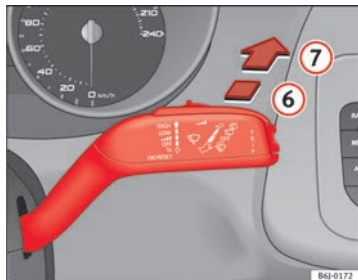

Fig. 66 Levier d'essuie-glace et de lave-glace : essuie-glace arrière
- Poussez le levier vers l'avant jusqu'au cran ⑥ ⇒ fig. 66. L'essuie-glace fonctionne environ toutes les 6 secondes.
- Poussez complètement le levier vers l'avant en position ⑦ ⇒ fig. 66. L'essuie-glace et le lave-glace fonctionnent simultanément. Tant que vous maintenez le levier dans cette position, le lave-glace continuera à fonctionner.